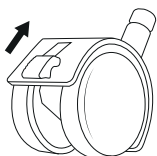

Fig. 1
- ◆ Per un trasporto più agevole, l'apparecchio è dotato di quattro rotelle **8**/**9**. Sbloccare le rotelle con leva di blocco **9** premendo le leve verso l'alto (vedi Fig. 1). Ora è possibile spostare l'apparecchio comodamente mediante le rotelle.